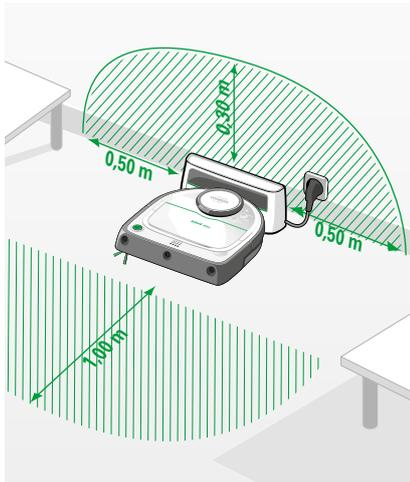

Bild 2.4 Einrichten der Basisstation
- Stellen Sie die Basisstation auf einen ebenen Untergrund an eine Wand, sodass die Ladekontakte und das Infrarotfenster für den Kobold VR300 Saugroboter frei zugänglich sind (Bild 2.4).